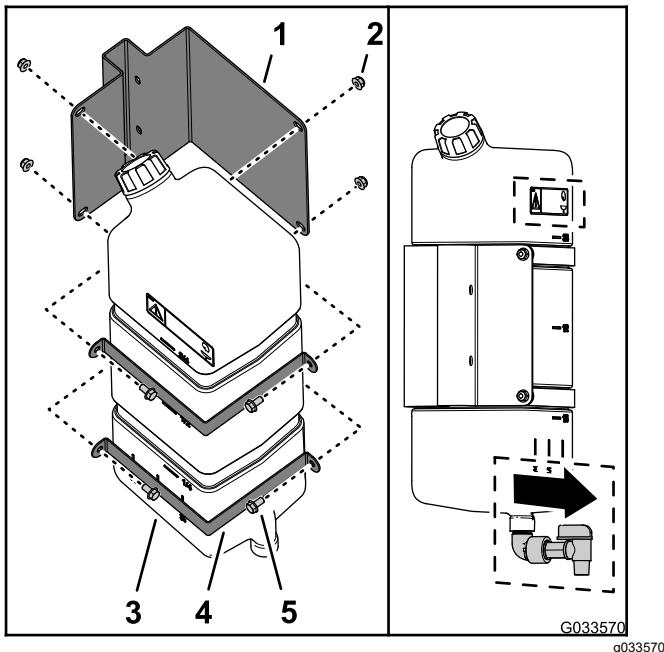

Figure 45
1. Fixez le réservoir d'eau douce à son support à l'aide des 2 brides de fixation, des 4 boulons à embase (5/16 x 5/8 po) et les 4 contre-écrous (5/16), comme montré à la Figure 45.